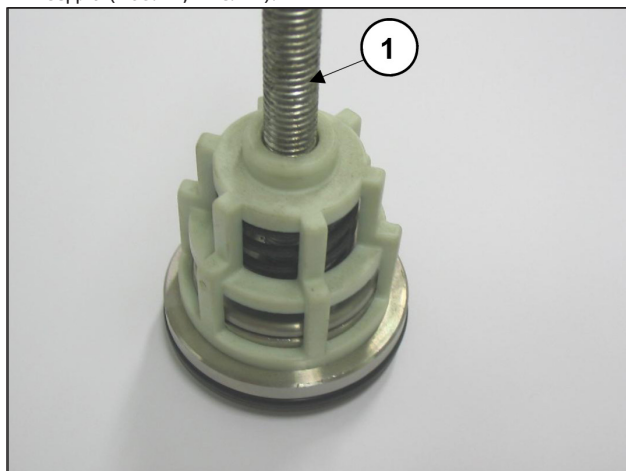

Рис. 17
- Демонтируйте узлы всасывающего и нагнетательного клапанов путем закручивания длинного винта М10, длина которого позволяла бы воздействовать на тарелку клапанов и извлечь направляющую клапана из седла (поз. ④, Рис. 17).